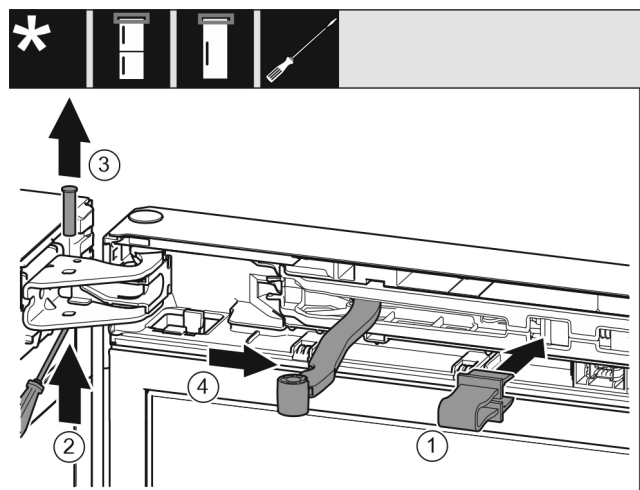

Fig. 8
- ▶ Borging in de opening klikken. Fig. 8 (1)
- ▶ Bout met schroevendraaier eruit schuiven. Fig. 8 (2)
- ▶ Bout vanaf de bovenkant eruit halen. Fig. 8 (3)
- ▶ Scharnier in de richting van de deur draaien. Fig. 8 (4)